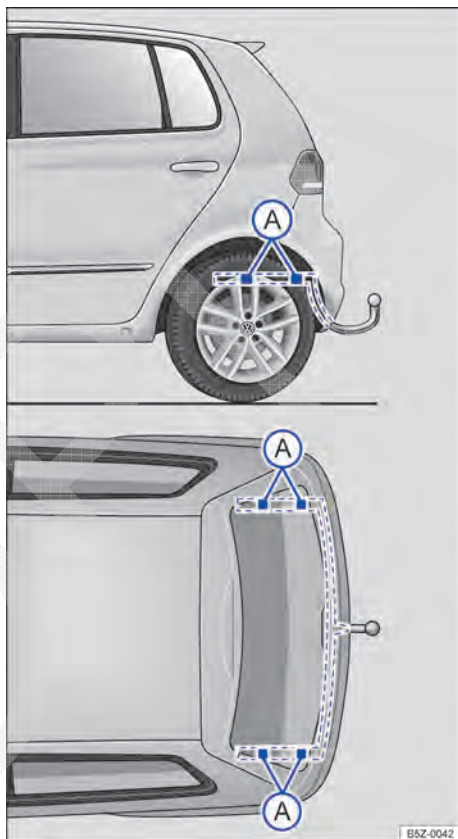

Fig. 79 Pontos de fixação para instalar um dispositivo de reboque posteriormente.
A figura → Fig. 79 ilustra, como exemplo, o ponto de fixação para instalar um dispositivo de reboque do modelo Novo Fox.
A montagem posterior de um dispositivo de reboque deverá ser efetuada de acordo com as instruções do respectivo fabricante do engate, sempre respeitando os pontos de fixação indicados na → Fig. 79 (A).